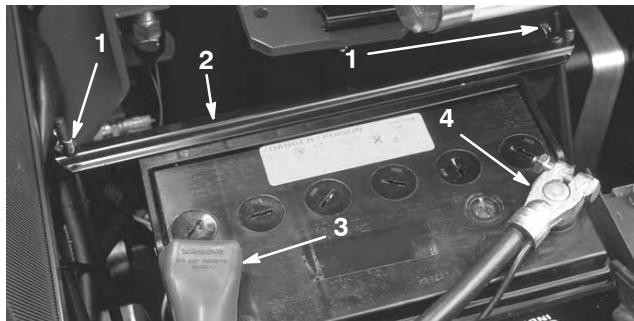

Bild 6
2. Nehmen Sie die beiden Flügelmuttern und das Befestigungsband ab, mit denen die Batterie befestigt ist (Bild 6). Heben Sie die Batterie aus dem Chassis heraus. Bewahren Sie die Flügelmuttern und das Befestigungsband für eine spätere Verwendung an einem sicheren Ort auf.